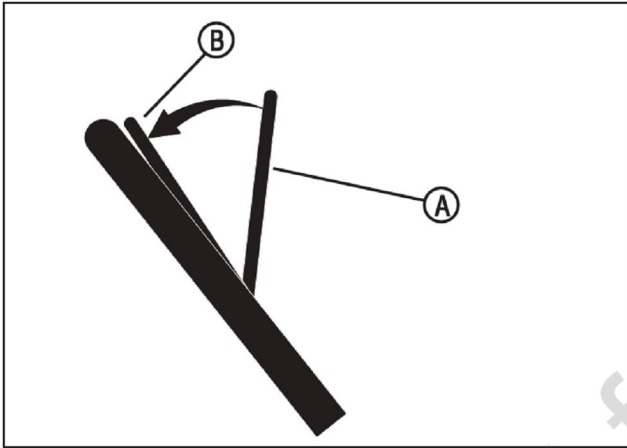

Рис. 10: Работа рычага остановки двигателя
Отпустите рычаг остановки двигателя (А, рис. 10), и двигатель и нож автоматически останавливаются. Чтобы запустить двигатель, удерживайте рычаг остановки двигателя в рабочем положении (В).
- 1) Прижмите рычаг остановки двигателя (А, рис. 10) в рабочее положение (В).